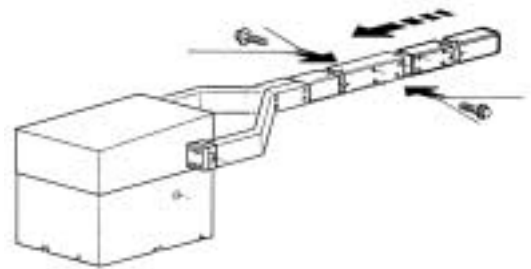

Fig.6
- 3 - Introduisez la barre dans les bras d'accrochage (Fig. 6).